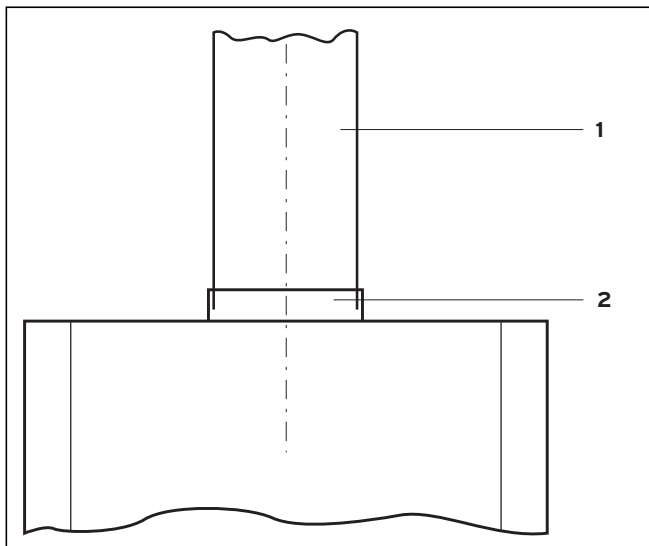

Fig. 5.1 Conexión de evacuación de gases
- Coloque el conducto de salida de gases (**1**) en la conexión del conducto de salida de gases (**2**) en el cortatiro, véase fig. 5.1 Conexión de evacuación de gases.